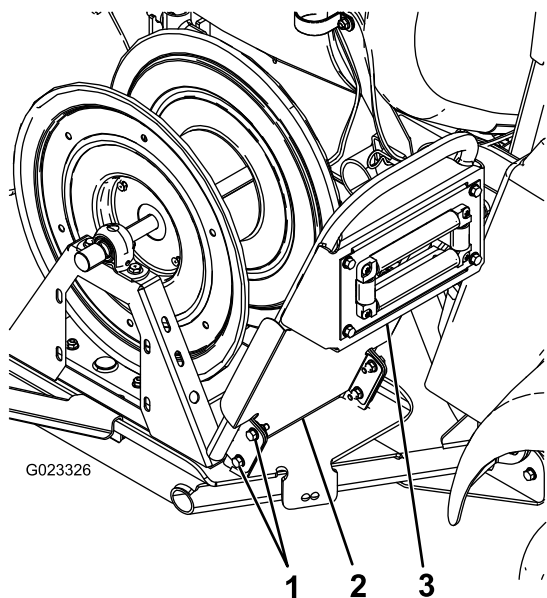

Figura 11
5. Monte provisionalmente el asa en el soporte giratorio con 4 pernos (5/16 pulgada) (Figura 11).
6. Sujete el guardabarros y el asa al soporte giratorio usando los pernos instalados en el paso 5 y 4 tuercas con arandela prensada (5/16 pulgada) (Figura 11).